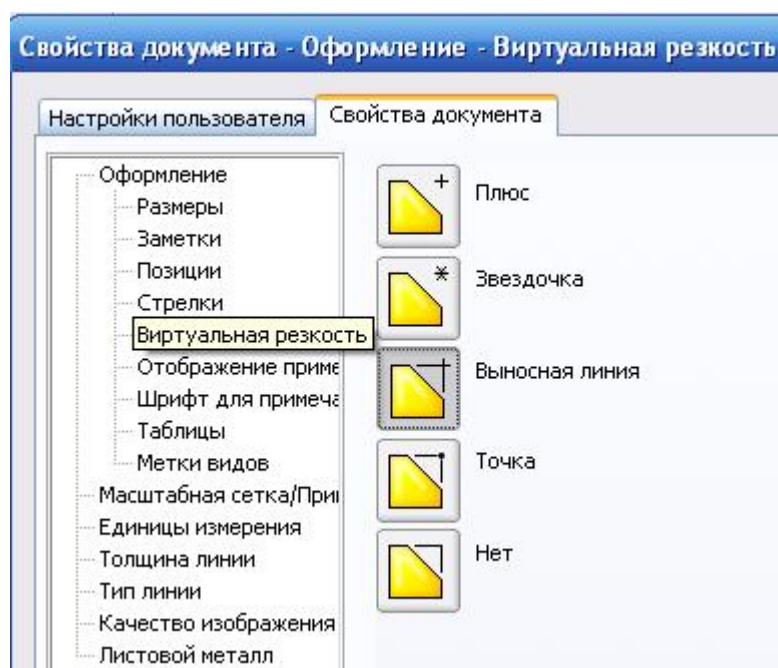

Рис. 7
1. Нажмите кнопку **Настройки** панели инструментов «Стандартная» или выберите в меню Инструменты/Параметры, в открывшемся диалоговом окне перейдите на вкладку **Свойства документа**, проверьте, чтобы в разделе **Виртуальная резкость** была нажата кнопка **Выносная линия** (точки виртуального пересечения будут при этом отображаться как точки пересечения выносных линий) (рис. 7);